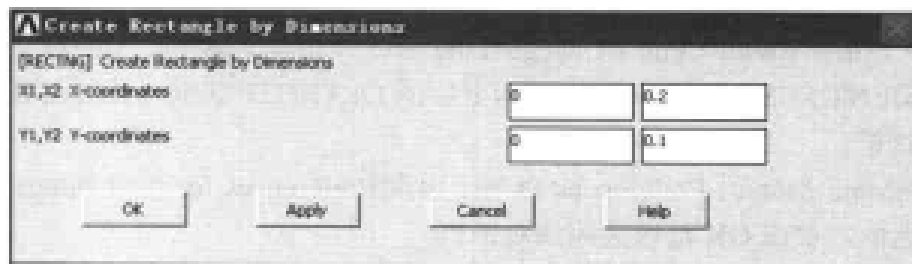

图 10-29 生成矩形面对话框
(1) 选择 Main Menu | Preprocessor | Modeling | Create | Areas | Rectangle | By Dimensions 命令, 出现 Create Rectangle by Dimensions 对话框。参照图 10-29 对其进行设置, 单击 OK 按钮关闭该对话框。